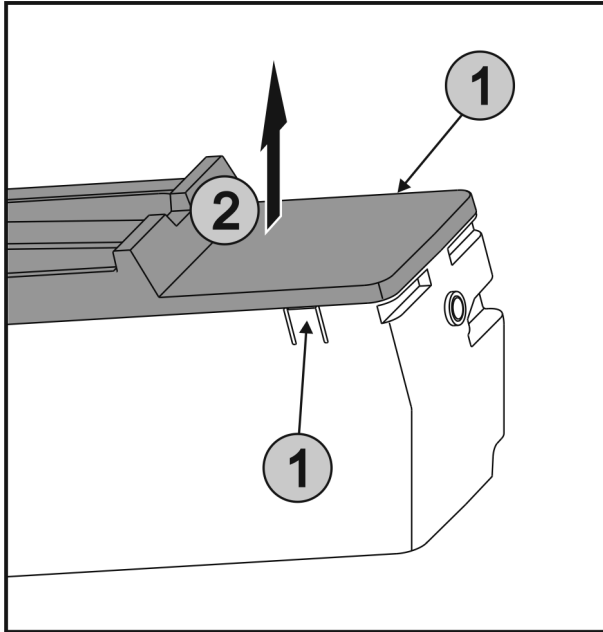

Fig. 37
- ▶ Súčasne stlačte spony Fig. 37 (1) na oboch stranách EasyTwist-Ice a odoberte kryt Fig. 37 (2) nahor.